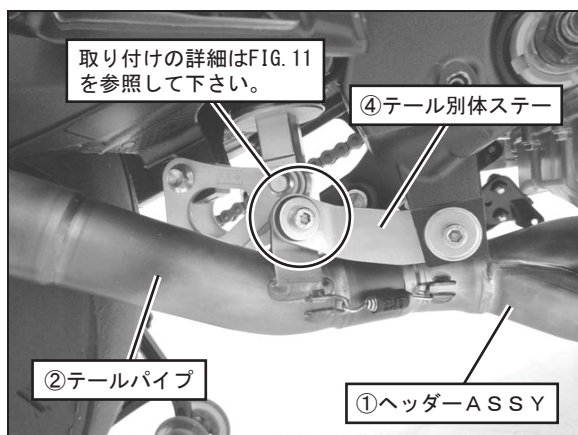

FIG. 10
11. ①ヘッダーASSYに②テールパイプを取り付けてから②テールパイプのステーを⑩キャップボルトM8×30、⑭平ワッシャM8×26、⑮フランジナットM8を使用して、④テール別体ステーに仮締めして下さい。(FIG. 10, 11 参照)